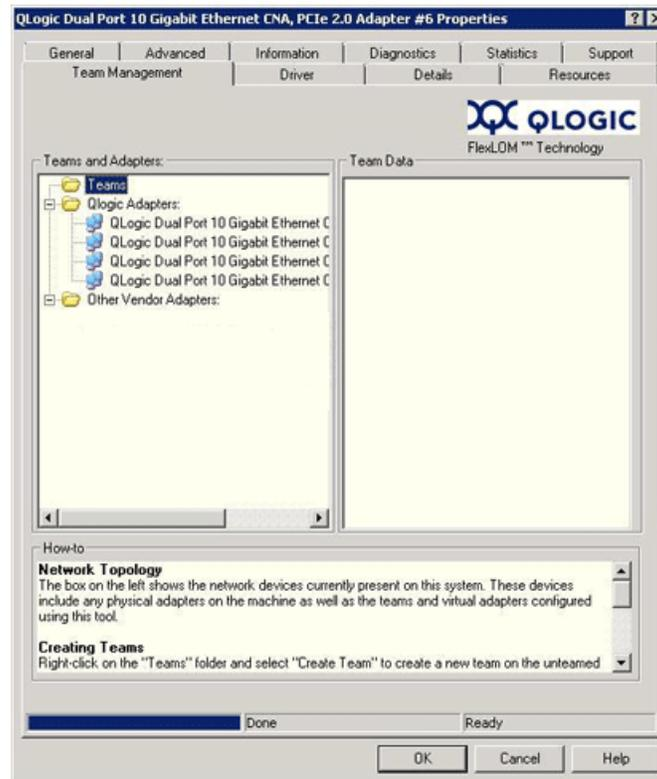

Figure 3-1. Page de propriétés de Gestion des associations
3. Cliquez sur l'onglet **Team Management** (Gestion des associations) pour mettre la page au premier plan (voir Figure 3-1) et gérer les associations.